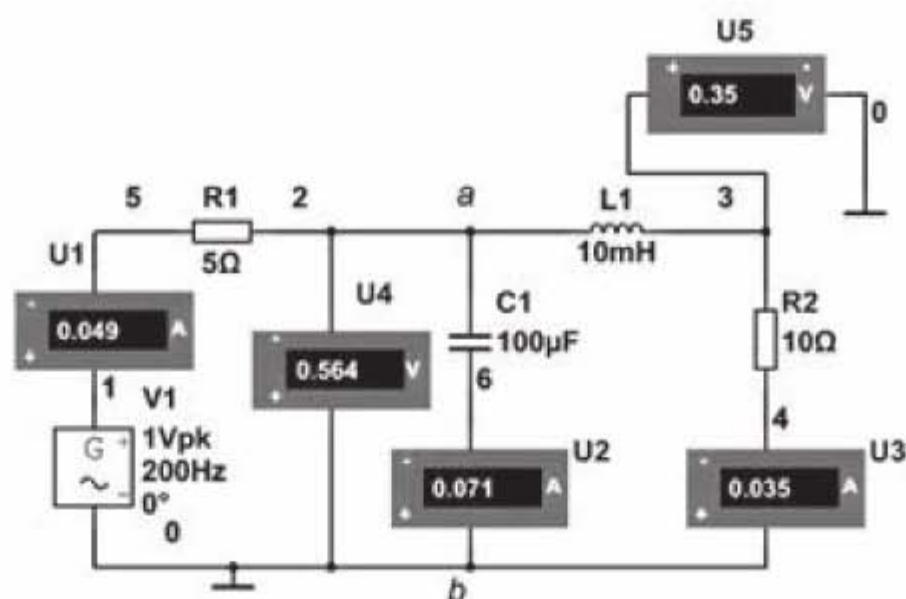
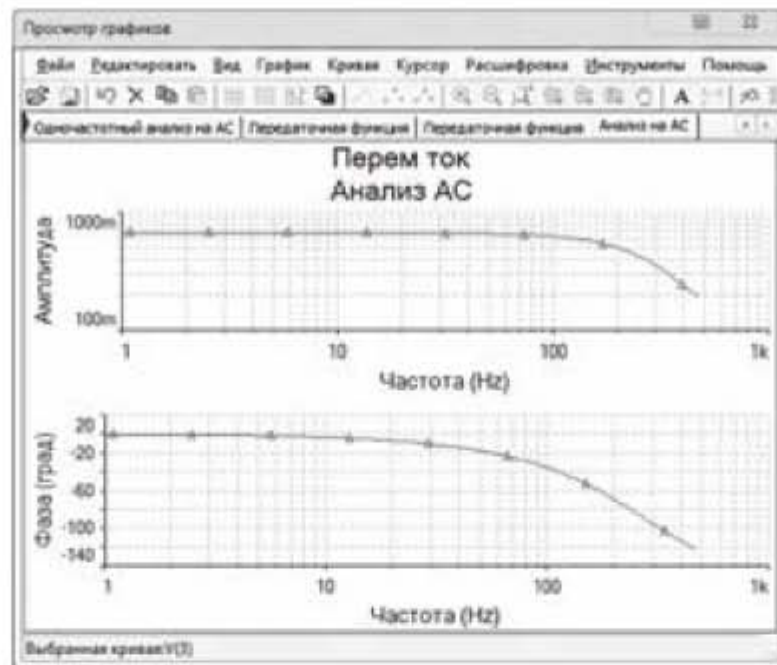

Рис. 3.39. Электрическая цепь переменного тока
Рис. 3.44. Амплитудно-частотная и фазочастотная характеристики выходного сигнала
Выполним моделирование и анализ цепей на переменном токе. Соберем в Multisim цепь переменного тока (рис. 3.39), расчет которой был выполнен в подразделе 2.2.4 в программе Mathcad.
Продолжаем работать со схемой, представленной на рис. 3.39. Выберем в главном меню пункты *Моделирование* → *Анализ и моделирование* → *Анализ переходных процессов*. В появившемся окошке (рис. 3.40) выбрать вкладку «Параметры анализа». В текстовом блоке *Начало (TSTART)* указать значение 0, в блоке *Окончание (TSTOP)* указать значение 0.02.
Далее перейдем в этом окне на вкладку *Переменные*, и в выпадающем окне перенесем из левой панели *Входные переменные* в правую панель *Переменные для анализа* напряжения V(1) и V(3). Эти напряжения соответствуют на схеме рис. 3.39 входному напряжению U_{in} и выходному напряжению U_{out} .
Продолжаем работать со схемой на рис. 3.39. Выберем в главном меню пункты *Моделирование* → *Анализы и моделирование* → *Анализ на AC* и назначим следующие данные для моделирования: начальная частота 1 Гц, конечная частота 500 Гц, характеристика изменения – декадная, количество точек на декаду – 40, вертикальная шкала – логарифмическая. Нажмем кнопку *Пуск* и получим график, представленный на рис. 3.44.